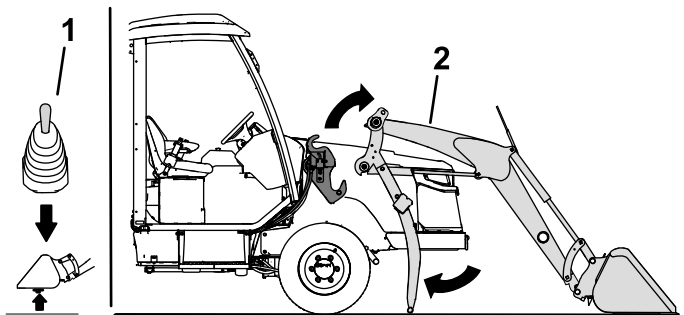

Рисунок 48
4. С помощью джойстика погрузчика поднимите стрелы погрузчика, чтобы освободить их из креплений рамы погрузчика (Рисунок 48).